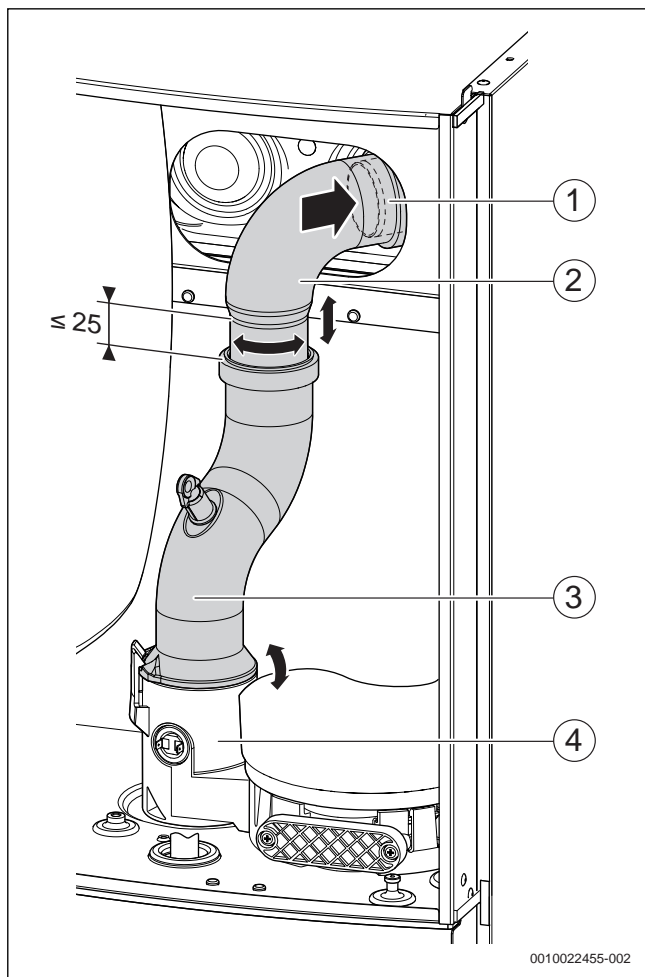

Bild 25 Abgasführung montieren
- ▶ Sicherstellen, dass das Abgasrohr [3] korrekt im Kondensatsammler [4] und im Abgasbogen [2] sitzt, mit einem maximalen Maß von 25 mm (→ Fig. 25).